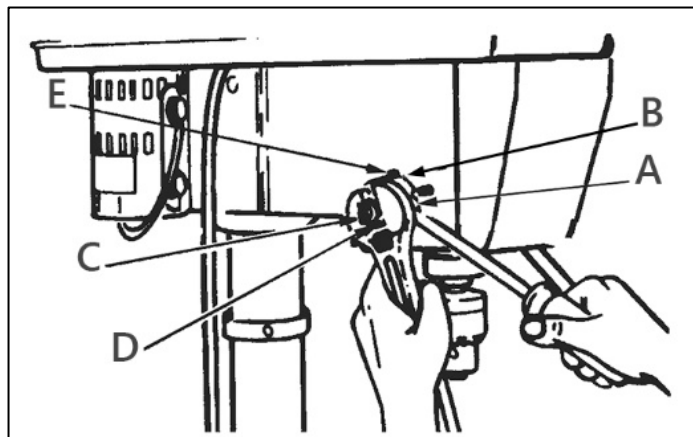

Рисунок 17.
Опустите рабочий стол, работайте с левой стороны сверлильного станка. Поместите отвертку в нижний передний паз (A) (рис. 17) корпуса пружины (B) и удерживайте в таком положении во время откручивания и снятия внешней гайки (C).